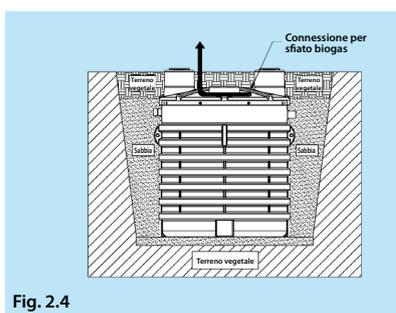

Fig. 2.4
**Fig. 2.4** - In caso di installazione di pompa sia esterna che interna, prevedere sempre uno sfianto a cielo aperto, per evitare che il serbatoio, durante il funzionamento, vada in pressione e si deformi. Per evitare la formazione di cattivi odori, collegare **SEMPRE** un tubo in PVC o in PE (il diametro varia a seconda del modello del serbatoio) alla predisposizione per lo sfianto del biogas presente sul coperchio del manufatto. Portare il tubo sul **punto più alto dell'edificio**, lungo i pluviali e comunque lontano dall'abitazione.